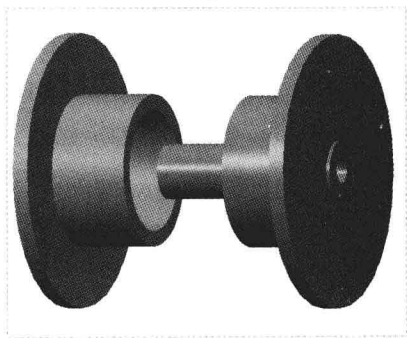

图 11-63 图形文件
Step 01 按【Ctrl+O】组合键，打开图形文件，如图 11-63 所示。